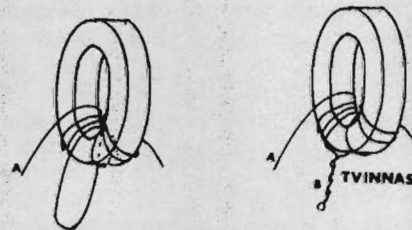

Fig 4. Så här lindar man en spole med tappning.
► Linda L1 och L2. Börja vid A. Se till att A-änden kommer på kärnans framsida. Linda fyra varv. Låt det fjärde varvet bli betydligt större än de andra. Linda färdigt till rätt antal varv. Tvinna öglan till en tapp. Se *fig 4*.